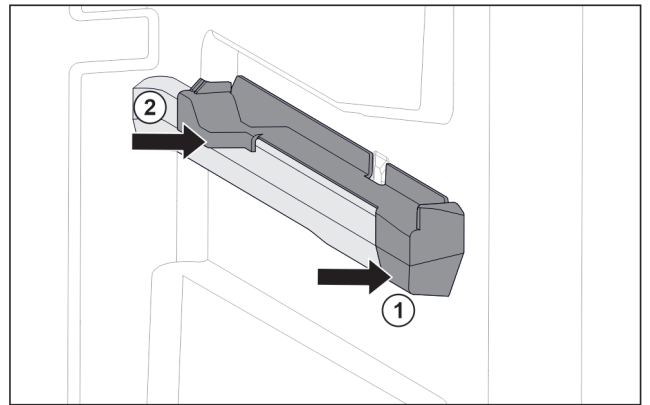

Fig. 79 Elemento inseribile sulla nervatura destra del contenitore
- ▶ Posizionare l'elemento inseribile sulla parte anteriore della nervatura del contenitore. Fig. 79 (1)
- ▶ Premere l'elemento inseribile sulla parte posteriore. Fig. 79 (2)